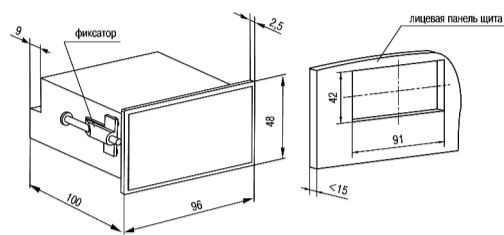

Рисунок 1 – Габаритные размеры корпуса Щ2
1. Подготовить в щите управления место для установки прибора (см. рисунок 1).